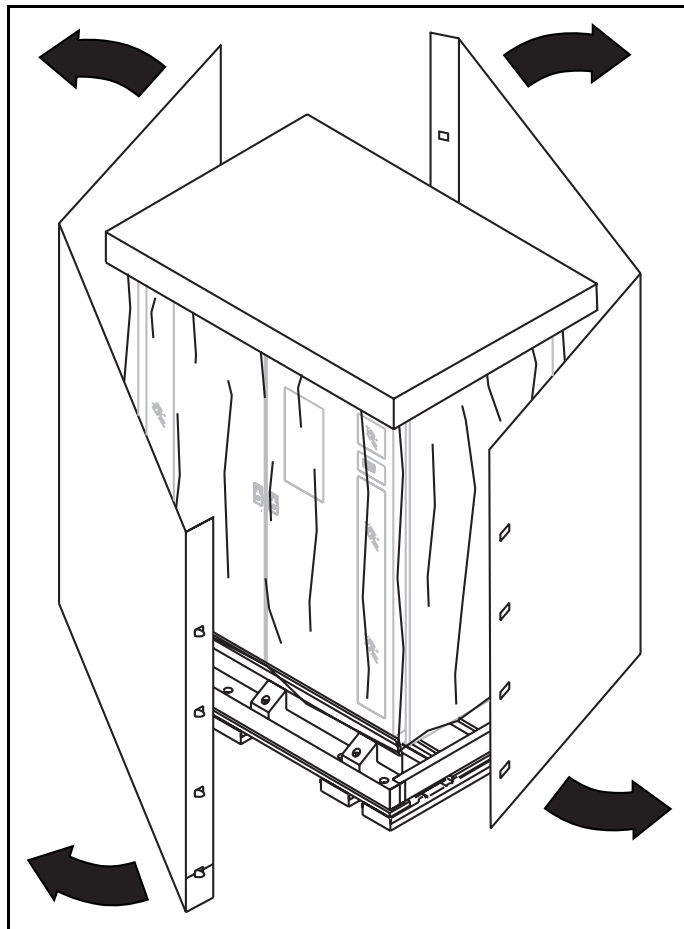

Figure 4-4. Déballage de la boîte de transport
6. Retirez le matériau d'emballage tout autour de la librairie de sauvegarde sur cartouches (voir Figure 4-4).